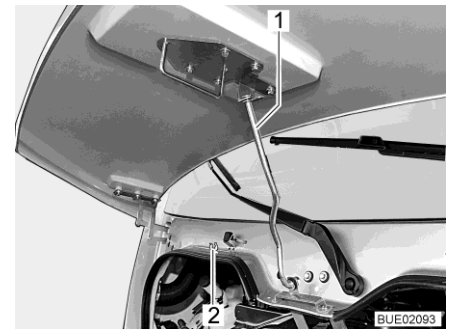

Fig. 51 Varilla de retención (Ixeo I)
- Sacar la varilla de retención (Fig. 51,1) del soporte (Fig. 51,2) y enganchar la misma en el alojamiento en el capó del motor.
- Desenganchar la varilla de retención (Fig. 51,1) del alojamiento en el capó del motor y hundir la misma en el soporte (Fig. 51,2).